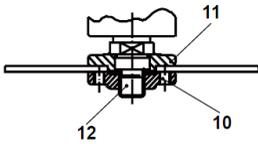

Fig. 14
6. Coloque a flange de bloqueio (10) no fuso (12). Dependendo do tipo de roda, a flange tem de ser posicionada como se segue:
- Rodas finas (< 4 mm) com centro plano: coloque a flange de bloqueio (10) com o lado saliente afastado da roda (Fig. 14).